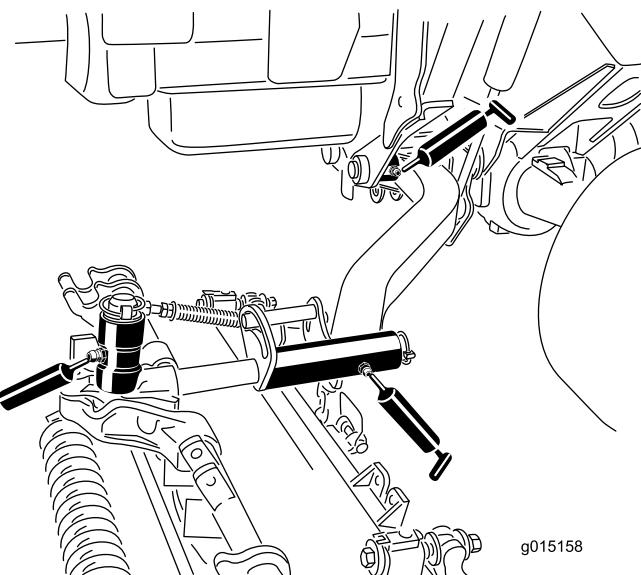

Figura 60
- Casquillos de pivote de los brazos de elevación (1 por unidad de corte); consulte Figura 60
- Bastidor de tiro de la unidad de corte (2 por unidad de corte); consulte Figura 60
- Pivotes de los brazos de elevación de las unidades de corte (1 por unidad de corte); consulte Figura 60